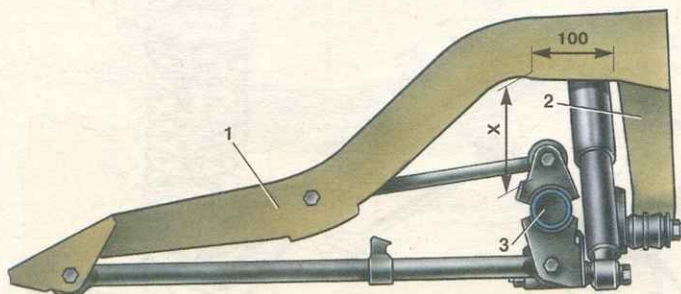

Рис. 5.32. Схема установки задней подвески: 1 – лонжерон кузова; 2 – кронштейн поперечной штанги; 3 – балка заднего моста; X = 125 мм
– нагрузите заднюю часть автомобиля так, чтобы расстояние от балки моста до лонжерона кузова, замеренное в 100 мм от кронштейна поперечной штанги (рис. 5.32), составляло 125 мм;